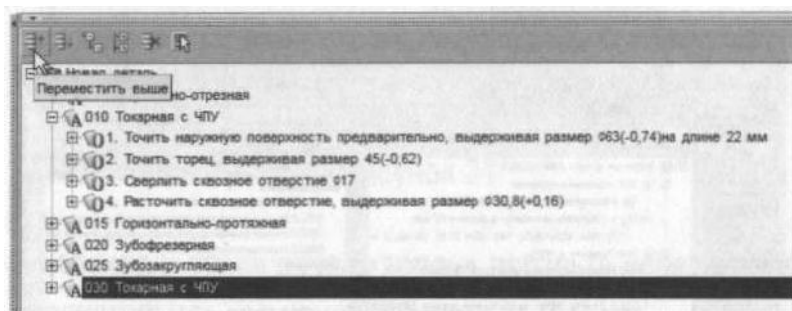

Рисунок 27
15. Переместите операцию *030 Токарная с ЧПУ* так, чтобы она располагалась сразу за операцией *010*. Для этого установите курсор на операции *030 Токарная с ЧПУ* и, последовательно нажимая на кнопку **Переместить выше** (рис. 27), переместите операцию 030 на новое место. Или, установив курсор на операции *030 Токарная с ЧПУ*, нажмите левую кнопку мыши и, не отпуская её,